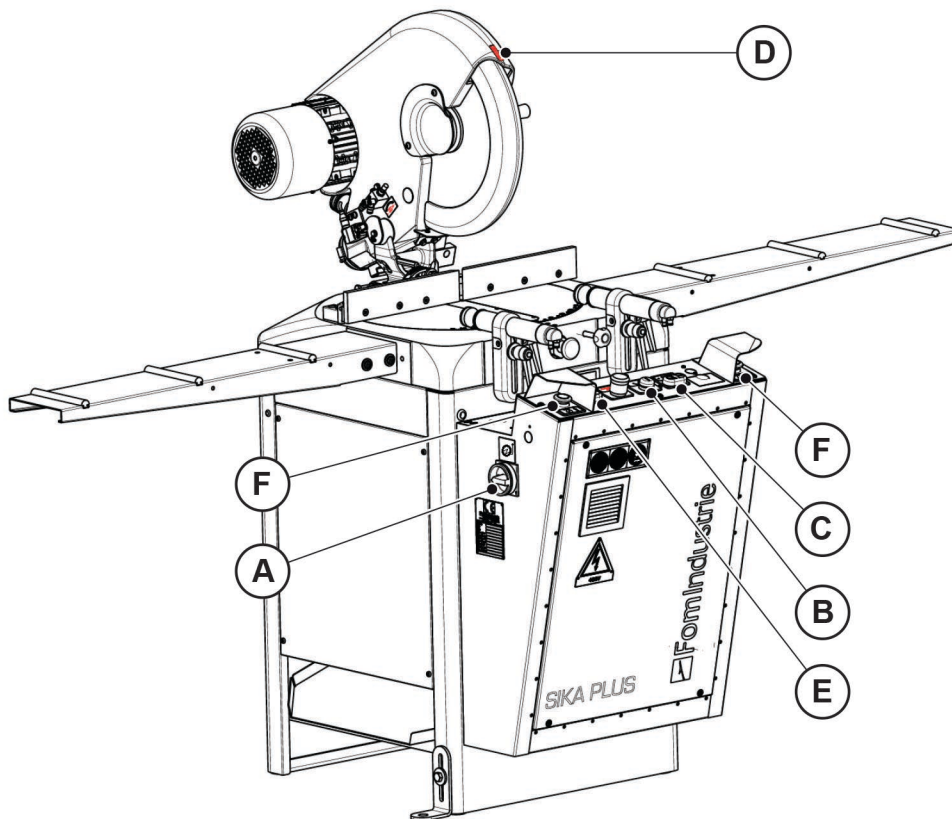

Abb. 08-01
- 1 Den Hauptschalter „A“ (Abb. 08-01) auf „I“ drehen.
- 2 Die Maschine durch Drücken der Leuchttaste „B“ (Taste mit weißer Lampe) zur Arbeit freigeben (Abb. 08-01).
Vor der Ausführung jeder Art von Vorgang ist die Drehrichtung des Sägeblatts zu prüfen, indem die grüne Taste „C“ (Abb. 08-01) zum Anlassen des Motors und danach sofort die rote Taste „C“ zum Stoppen des Motors gedrückt wird.
Die Drehrichtung des Sägeblatts kann auch anhand des Schilds mit dem geraden Pfeil auf der Verkleidung des Kopfes „D“ kontrolliert werden (Abb. 08-01).
- 3 Das Profil auf dem Arbeitstisch positionieren und mit den horizontalen Spannvorrichtungen feststellen, indem die weiße Taste „E“ (Abb. 08-01) gedrückt wird.
- 4 Die grüne Taste „C“ betätigen, um den Motor zu starten; danach wird durch gleichzeitiges Drücken der Tasten „F“ (**Abb. 08-01**) das Senken des Sägeblatts für die Durchführung des Schnitts gesteuert.